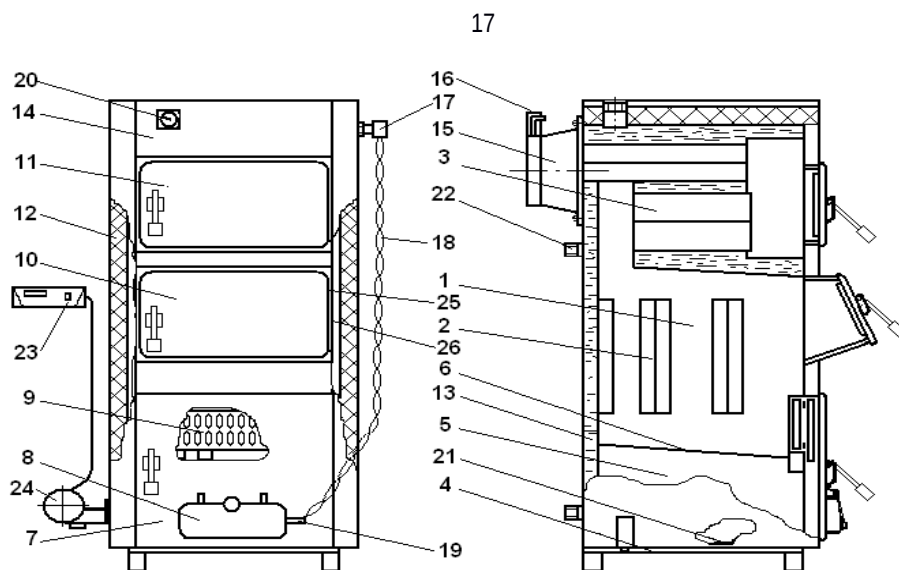

Рис. 1. Апарат опалювальний твердопаливний водогрійний АОТВ 12(В) ... 50(В).
Рис. 1а. Апарат опалювальний твердопаливний водогрійний АОТВ-10
- * - відкрити повністю шибер димоходу 16, повітряну заслінку 8 і через дверцята топки 9 (рис.1) провести розпал апарата, після чого їх закрити.